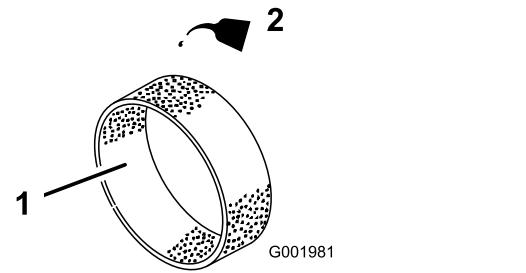

Рисунок 35
4. Вылейте 30–59 мл масла на элемент (Рисунок 35).